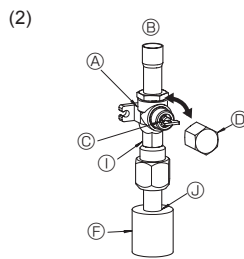

Fig. 4-7
- ① Βγάλτε το καπάκι και περιστρέψτε το στέλεχος της βαλβίδας προς τα αριστερά έως το τέρμα χρησιμοποιώντας ένα εξαγωνικό κλειδί 4 mm. Σταματήστε να περιστρέφετε έως ότου φτάσει στον αναστολέα. (Περίπου 10 στροφές)
- ② Βεβαιωθείτε ότι η βαλβίδα διακοπής είναι εντελώς ανοιχτή, και περιστρέφοντας επαναφέρετε το καπάκι στην αρχική του θέση.
- (2) Βαλβίδα διακοπής αερίου (Fig. 4-7)
- ① Βγάλτε το καπάκι, τραβήξτε τη λαβή προς την πλευρά σας και περιστρέψτε κατά το 1/4 της στροφής προς τα αριστερά για να ανοίξει.
- ② Βεβαιωθείτε ότι η βαλβίδα διακοπής είναι εντελώς ανοικτή, πιέστε μέσα τη λαβή και περιστρέφοντας επαναφέρετε το καπάκι στην αρχική του θέση.